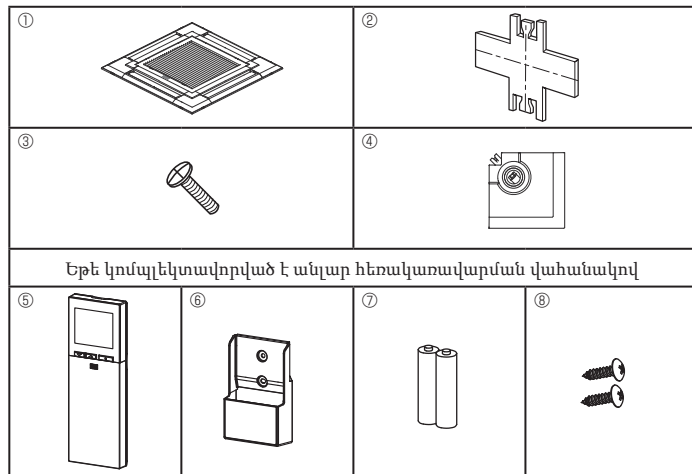

Fig. 9-1
9.1. Պարունակության ստուգում (Fig. 9-1)